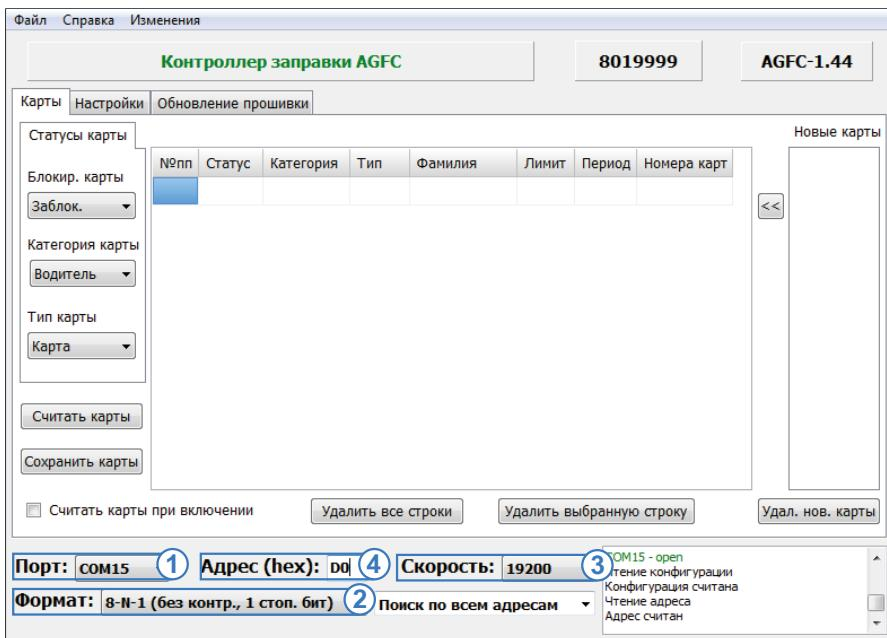

Рис.3. Подключение по известному адресу.
- в программе «AGFCConf» выбрать COM-порт к которому подключается устройство «TKLS-Prog» (Рис.3, п.1). Посмотреть порт устройства можно в Диспетчере устройств системы, подключив предварительно программатор;
- настроить формат передачи, заданный в ТРК (Рис.3, п.2). По умолчанию – 8-N-1;
- выбрать скорость передачи, заданный в ТРК (Рис.3, п.3). По умолчанию – 19200;
- в поле «Адрес (hex)» указать адрес ТРК «AGFC», к которому необходимо подключиться (Рис.3, п.4);